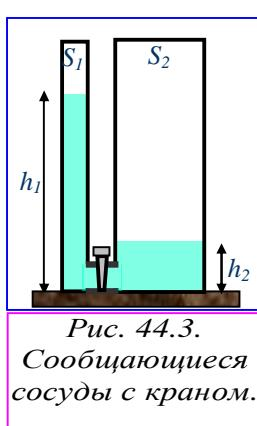

Рис. 44.3.
3. В два цилиндрических сосуда налита вода (рис. 44.3). Площади сечений сосудов $S_1 = 1 \text{ см}^2$ и $S_2 = 4 \text{ см}^2$